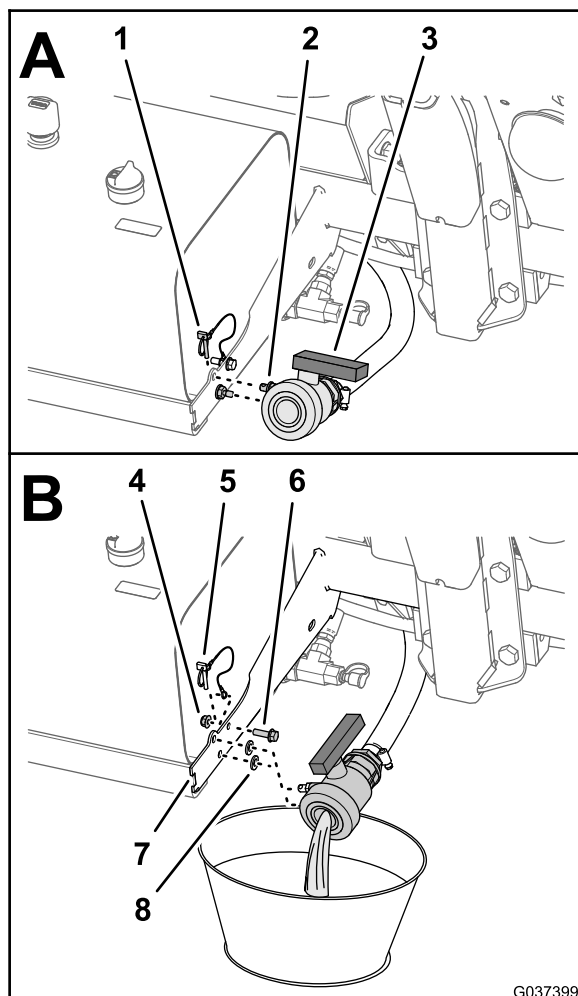

Figura 2
3. Spurgate l'acqua dal serbatoio dell'irroratrice (Figura 2); fate riferimento al *Manuale dell'operatore* per la macchina.
4. Rimuovete il bullone a testa flangiata (5/16 x 1 poll.) e il dado di bloccaggio flangiato (5/16 poll.) che fissano il cavo dell'acciarino al supporto del serbatoio idraulico (Figura 2).